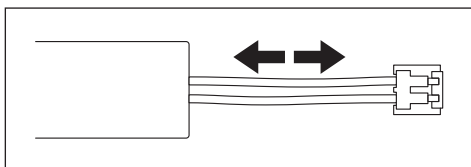

図 13
- 6) 新しいバッテリーパックを用意し、コードのくせを取り、真っ直ぐにします。(図 13)